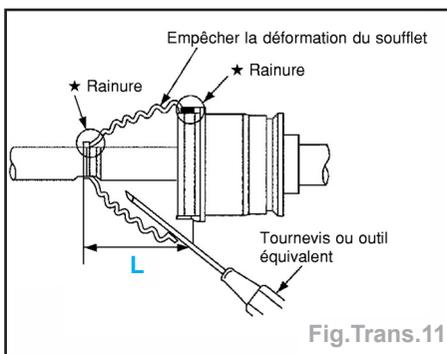

Fig. Trans. 11
- S'assurer que la longueur de repose du soufflet (L) correspond à  $96,5 \pm 1$  mm (essence) ou  $90$  mm (Diesel) (fig. Trans. 11).